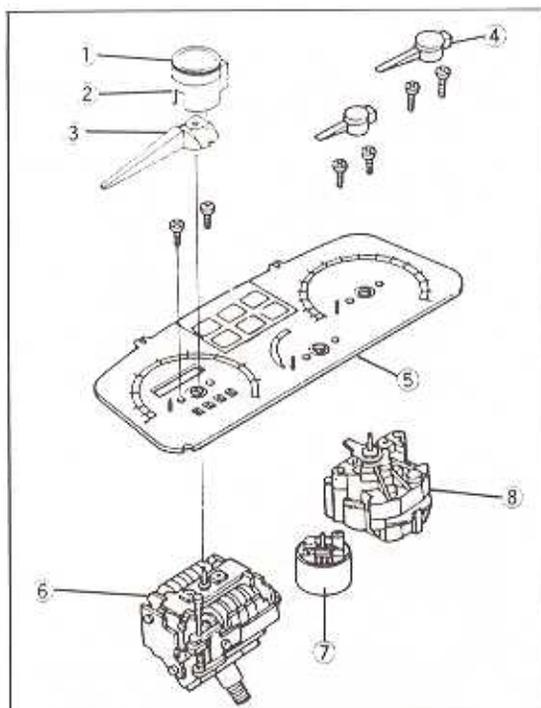

Bild 301
- Das Instrument von der Fronttafel abschrauben (Bild 301).